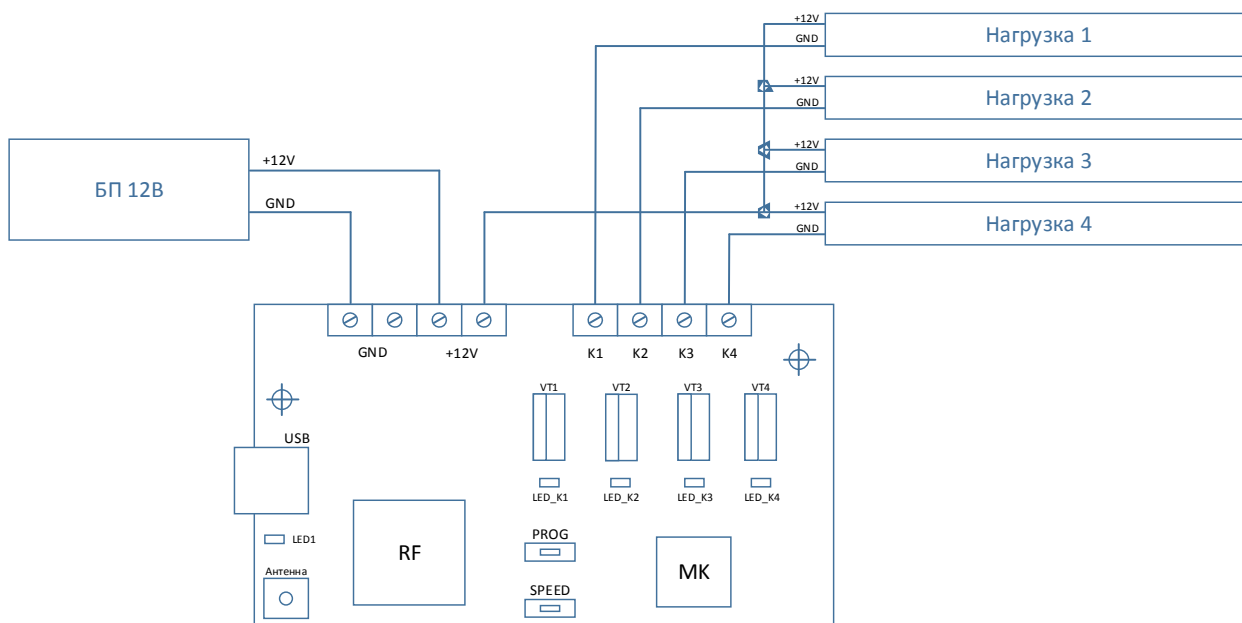

Рис.1 Схема подключения контроллера KLR0412U
8. Светодиод LED1 на плате KLR0412U (рис.1) показывает процесс записи программ в контроллер
11. Записанные программы в контроллер переключаются кнопкой на плате “PROG” (рис.1). Номер выбранной программы сохраняется в памяти
12. В утилите выставляется максимальная скорость работы программы с помощью кнопки “SPEED” (рис. 1) эта скорость может быть увеличена от 2 до 10 раз.